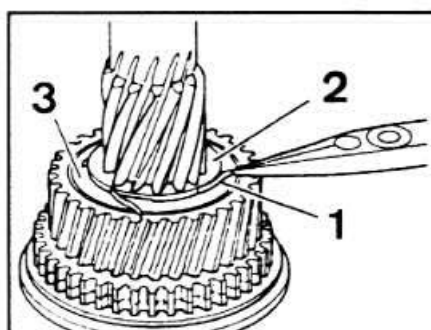

Рис. 6-13. Отгибание язычков запорного кольца шестерни IV передачи:
- Щипцами отогнуть четыре язычка упорного кольца 1 крепления половинной упорной шайбы 2 (рис. 6-13) и вынуть